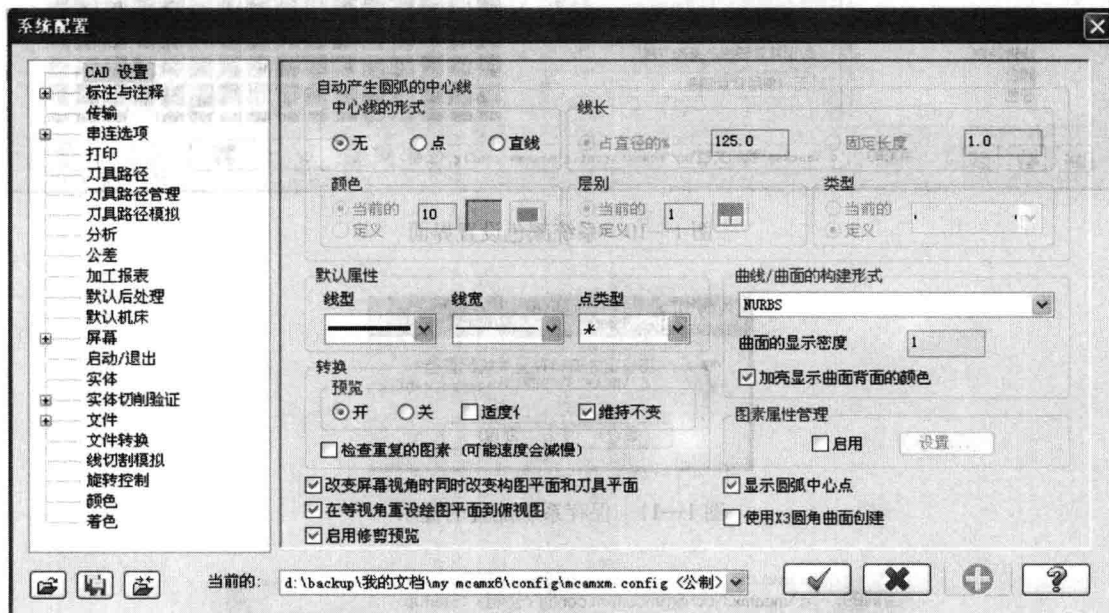

图1—9 系统配置对话框
2) 单击对话框中的【颜色】,出现如图1—10所示界面,选中【绘图区背景颜色】,然后选中颜色框中的白色。再单击【绘图背景颜色渐变的方向】右侧下拉箭头,选择其中的【无(使用背景颜色)】。